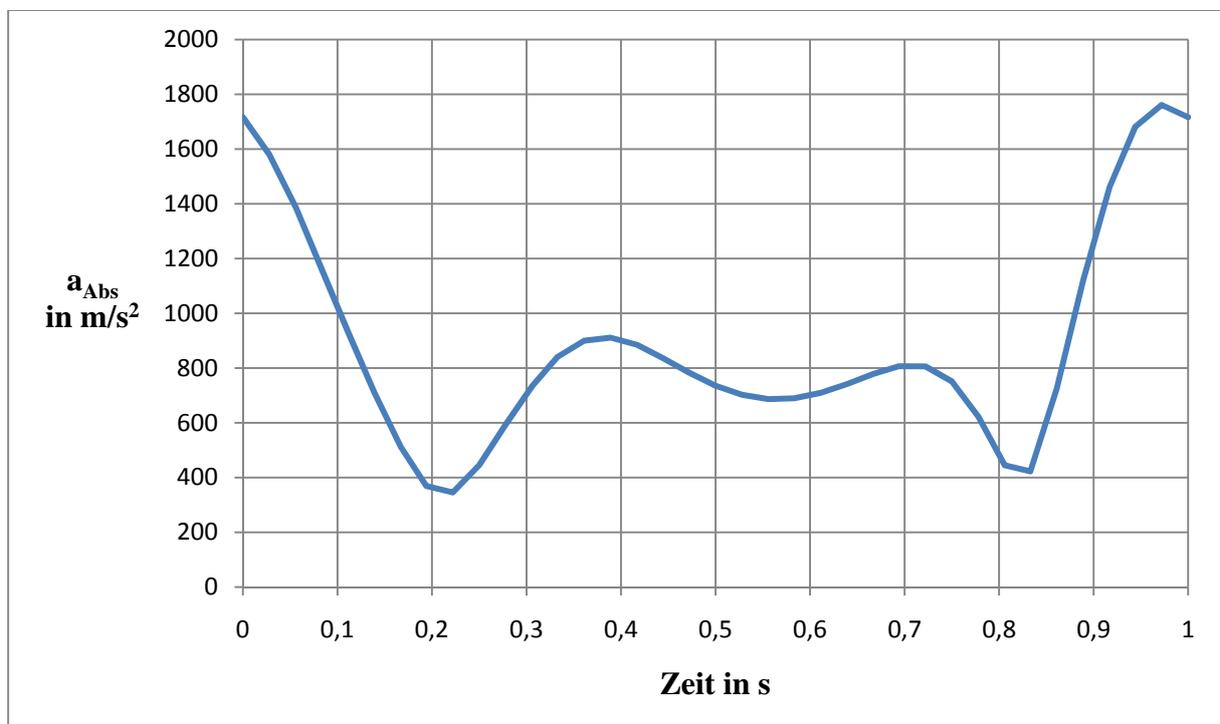

Abb. 11: Verlauf von a über t
4. Ergebnisse in Excel exportieren → Diagramm erstellen (a über t) → Abbildung 11